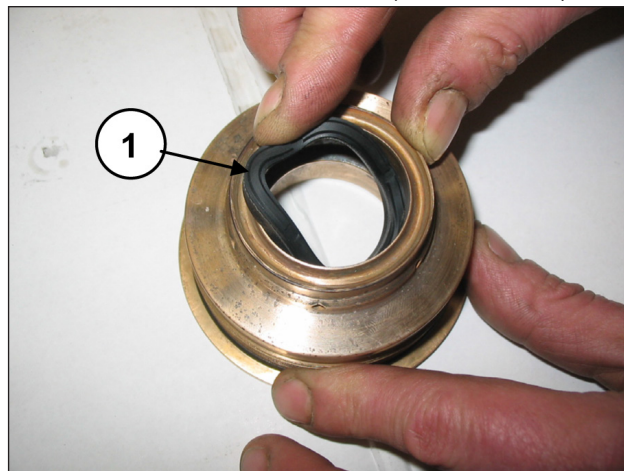

Fig. 149
Introducir la junta de baja presión en el soporte de la junta (pos. ①, Fig. 149) controlando el sentido de montaje (el labio de retención debe estar hacia adelante, hacia el cabezal).